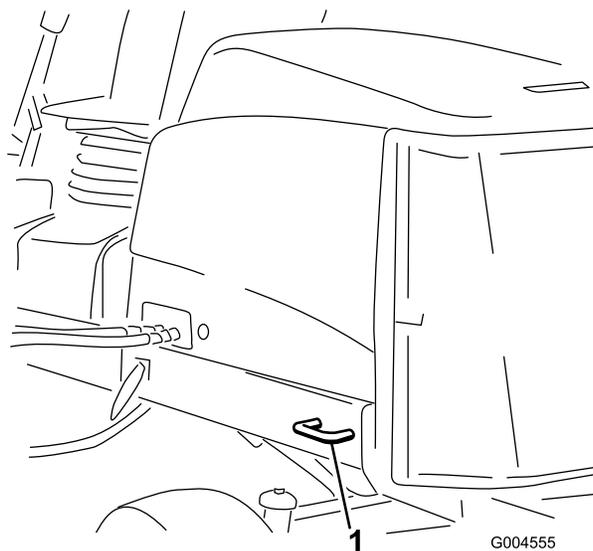

Figura 97
- **Parte posteriore della macchina** – Ogni lato della macchina sul telaio posteriore (Figura 97).